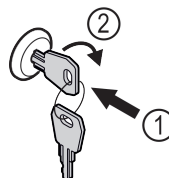

Fig. 46 Reprezentare exemplificatoare
- ▶ Introduceți cheia prin apăsare Fig. 46 (1).
- ▶ Rotiți cheia cu 90° în sensul acelor de ceasornic Fig. 46 (2).